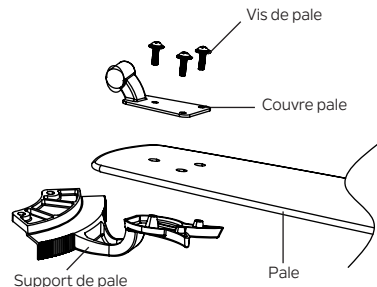

Fig. 18
**Étape 1.** Positionnez la pale sur le support de pale avec la tige filetée visible. Assurez-vous que le bord inférieur de la pale repose entièrement contre le support de pale. Placez le couvre-pale sur le dessus de la pale, en positionnant les trous sur les tiges filetées. Serrez avec trois vis du pack de quincaillerie pour fixer la pale au support de pale. (Fig.18)